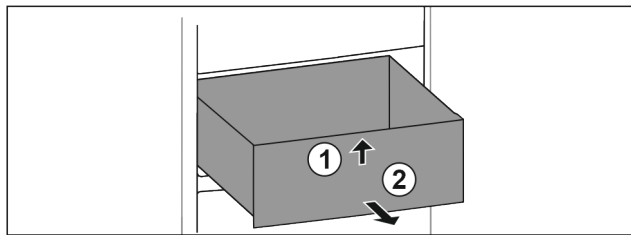

Fig. 105
- ▶ Ridicați sertarul în față. Fig. 105 (1)
- ▶ Extrageți sertarul spre înainte. Fig. 105 (2)